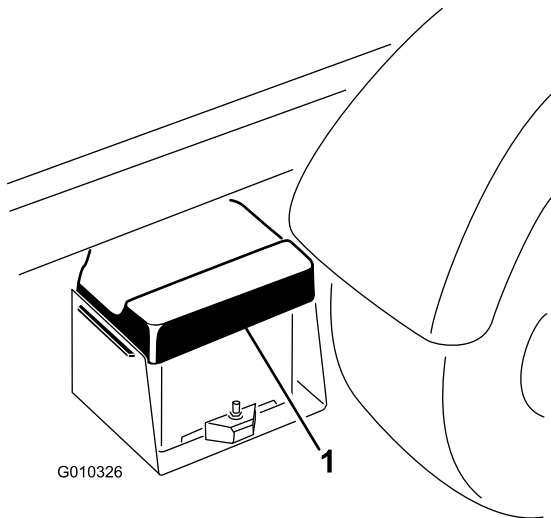

Figura 47
1. Apriete la tapa de la batería para liberar las pestañas de la base de la batería, y retire la tapa de la batería de la base de la batería (Figura 47).